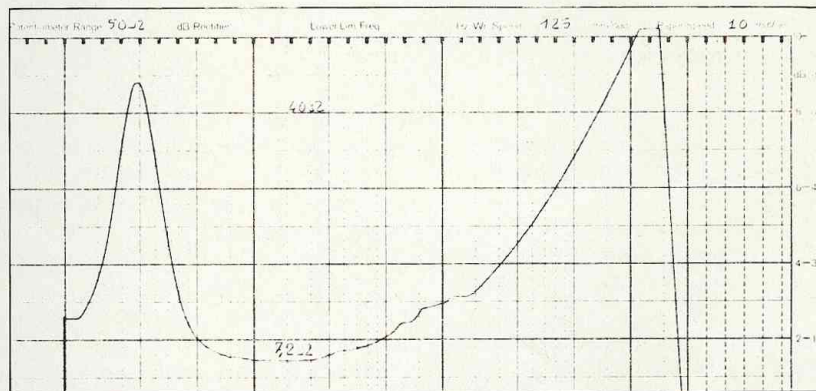

Fig. 3 : Courbe d'impédance donnée par de nombreux fabricants de haut-parleurs.
– Un banc de mesure utilisant un générateur à fréquences glissantes suivi d'un convertisseur tension/courant synchronisé avec une table traçante. Ce sont les courbes que l'on voit dans de nombreuses feuilles de caractéristiques fournies par les fabricants de haut-parleurs (voir. fig. 3).